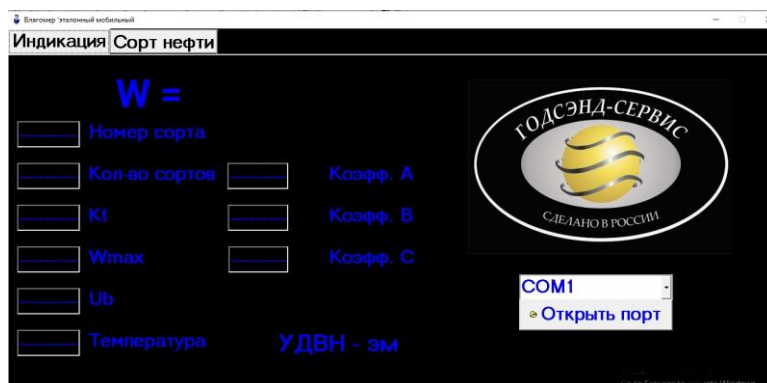

Рисунок 7 – Вкладка «Индикация»
- Шаг 4.** Запустить программу **Влагомер эталонный мобильный** (рис.7). Выбрать в ниспадающем списке номер задействованного COM-порта и нажать клавишу **«Открыть порт»**. В случае если выбранный порт существует и свободен, порт будет открыт и надпись на клавише изменится на **«Закреть порт»**.